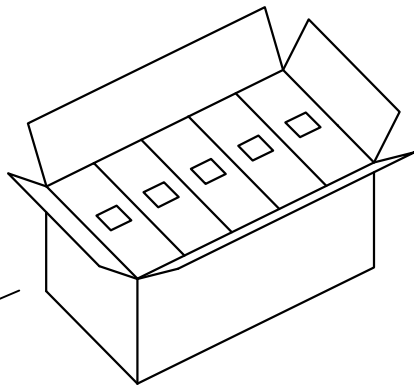

图4 外箱
- 3: 如图4, 每外箱装10内盒, 数量为10X(4X250pcs)。